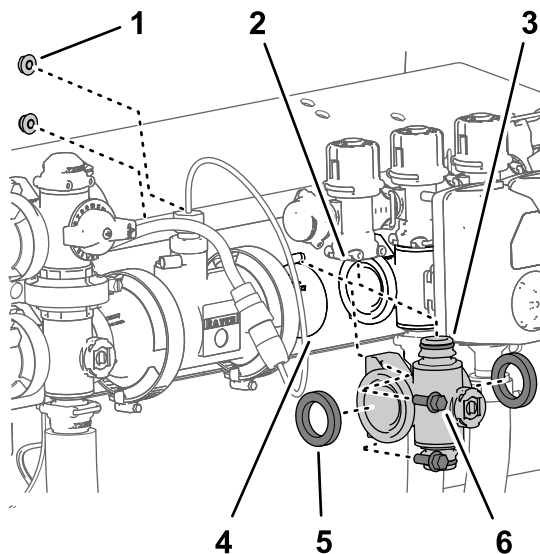
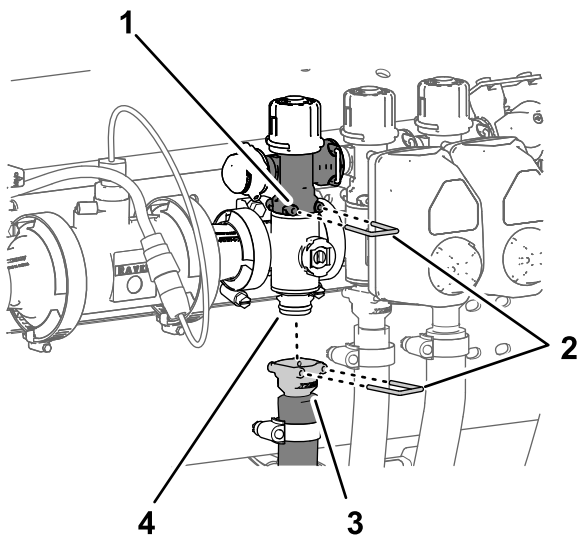

Figure 115
Figure 116
1. Alignez les 2 joints que vous avez retirés à la section Dépose de la valve de collecteur de section de rampe (page 84) et les brides du collecteur de vanne de section (Figure 115).
2. Alignez la bride du collecteur de vanne de section entre les brides des autres vannes de section et/ou adaptateur d'accouplement (Figure 115).
3. Fixez le raccord rapide du collecteur de vanne de section au raccord rapide femelle de la vanne de dérivation de section à l'aide d'un l'étrier de fixation (Figure 115 et Figure 116).
5. Pour les collecteurs de vannes de section gauche et droite, fixez le collecteur de vanne de section au support de vannes (Figure 115) à l'aide des 2 boulons à embase ($\frac{1}{4} \times \frac{3}{4}$ po) et des 2 contre-écrous à embase ($\frac{1}{4}$ po) que vous avez
- Fixez le raccord rapide du flexible de section au raccord rapide du collecteur de vanne de section à l'aide de l'étrier de fixation (Figure 116).